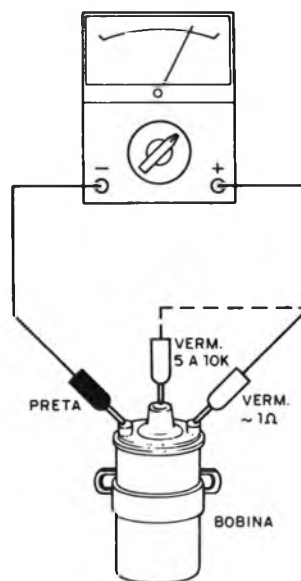

Figura 10
c) O teste da bobina é feito com o sistema de ignição desligado, conforme mostra a figura 10.